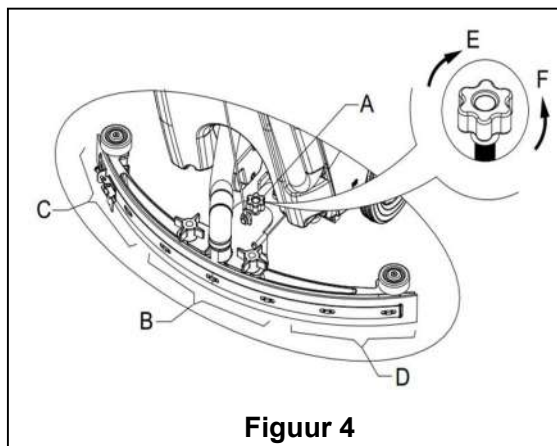

Figuur 3
1. (Alleen van toepassing op **AS430C** en **AS510C**): zorg ervoor dat power cable (9) disconnecting the power supply and the switch (38) is at the disconnecting (O) condition.
2. Druk het stuur (2) omlaag om tank frame (26) op te tillen.
3. Zet de borstel (A) of de pad-houder (B - C) onder de deksel.
4. Gebruik het stuur (2) om tank frame (26) omlaag te zetten om in aanraking te komen met de borstel of pad-houder.
5. Om de borstel / padhouder automatisch te installeren, zet de schakelaar (38) naar de "I" positie en druk de veiligheidsschakelaar in (1). Duw de machine naar voren, om het mogelijk te maken dat de wiel op de bodem van de tankaf te laten stemmen met de borstel of padhouder. Laat vervolgens de schakelaar gekoppeld. Herhaal indien nodig deze procedure tot de borstel / padhouder is geïnstalleerd.
6. Als stap 5 hierboven moeilijk is, gebruik de handmatige werkwijze volgens de pijlpunt (D) om de borstel / padhouder (zie **Figuur 3**) te installeren.
7. Om de borstel / padhouder automatisch los te maken, zet de schakelaar (38) naar de "O" positie. Gebruik uw hand om het stuur in positie te houden en druk de machine omlaag totdat de gids wiel de grond raakt. Zet de hoofdschakelaar (38) op de "I" positie, en druk de veiligheidsschakelaar in. De borstel of padhouder draaien totdat de borstel / padhouder naar de vloerzakt.
8. Als Stap nummer 7 hierboven moeilijk is, gebruik dan de handmatige methode door de borstel / padhouder te draaien in de tegenovergestelde richting. (Zie **Figuur 3**)